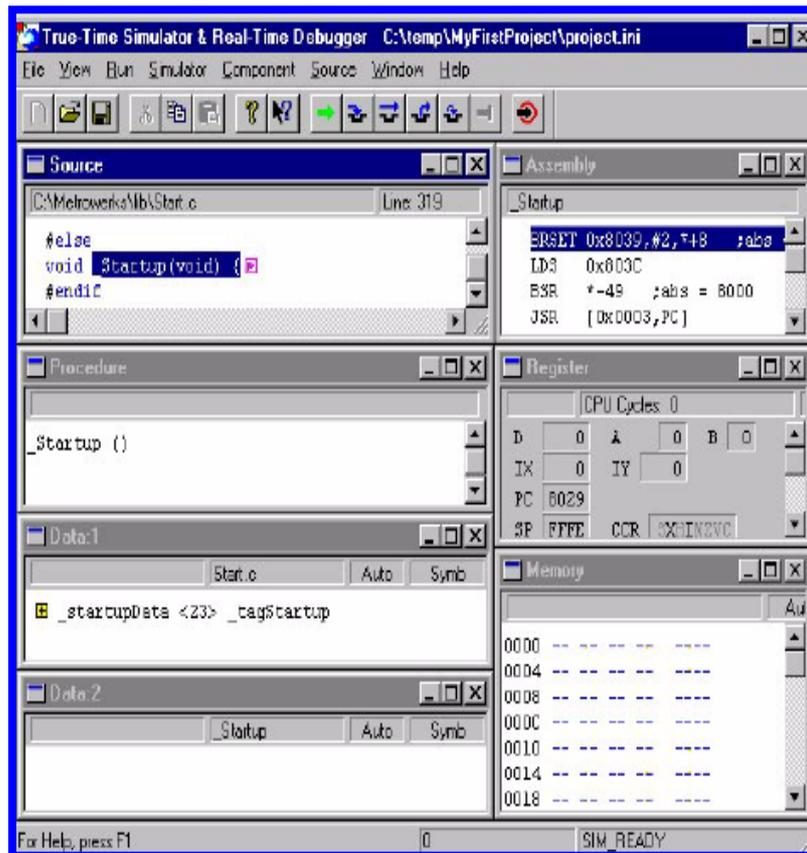

Figura 3.9 Ventana principal de depuración (Debugger).
3.- Click en el botón derecho del mouse. Se desplegará un Menú (Figura 3.9).